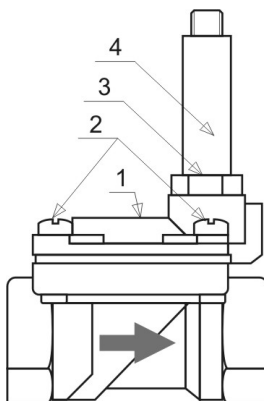

Рис. 7
Открутите направляющую трубку (4) гаечным ключом рисунок 7, прилагая усилия только на шестигранник (3) у основания направляющей трубки, предварительно сняв катушку электромагнитного клапана. Сердечник должен свободно